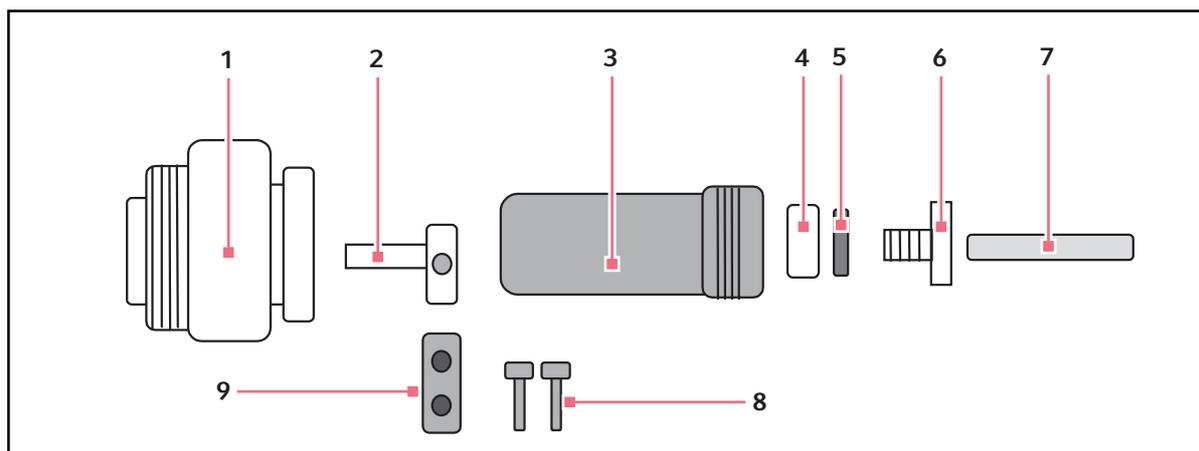

Fig. 8-6: Connettore CA interno idrorepellente
La presa CA (vedi Fig. 8-6 a pag. 75), con copertura e connettore corrispondente (in dotazione) è idonea all'uso in ambienti umidi. Per utilizzare la presa, si deve collegare lo speciale connettore maschio (fornito assieme all'unità) all'apparecchiatura utilizzata in Innova 42/42R. Se la propria apparecchiatura è dotata di cavo dell'alimentazione rimovibile, è possibile procurarsi un altro cavo dell'alimentazione da utilizzarsi esclusivamente con l'agitatore Innova 42/42R.
1. Collegare il cavo elettrico al connettore. Far passare il cavo elettrico attraverso il dado in plastica, la rondella, l'anello in gomma e il corpo principale (vedi Fig. 8-6 a pag. 75).